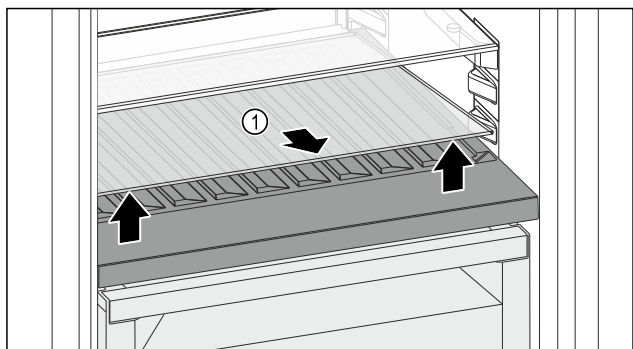

Fig. 221
- Sollevare il ripiano di vetro Fig. 221 (1) dall'incavo anteriore e rimuoverlo.
- Conservare il ripiano di vetro *Fig. 221 (1)* fuori dall'apparecchio in un luogo sicuro.